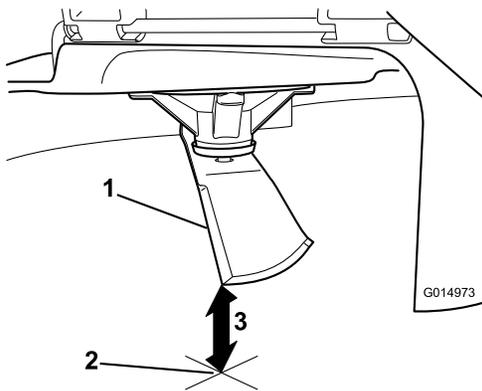

Figure 99
3. Mesurez la distance entre la pointe de la lame et la surface plane (Figure 99).